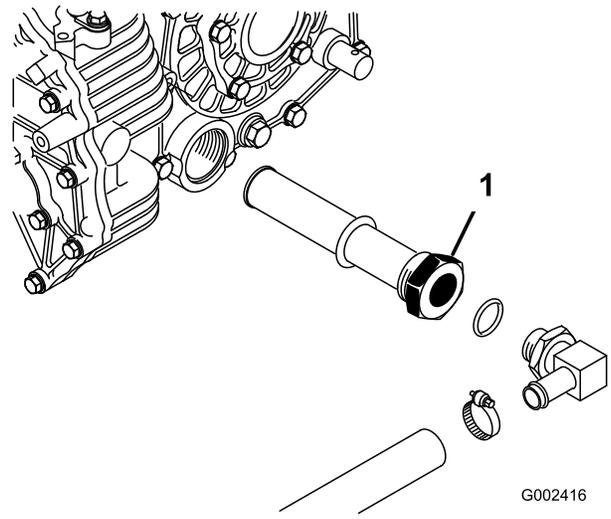

Bild 78
- Entfernen Sie die Ablassschraube (Bild 78) aus der Seite des Behälters und lassen das Öl in eine Wanne ablaufen.